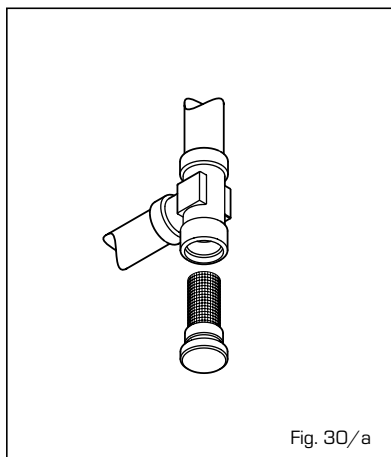

Fig. 30/a
4.4.1 Limpieza del filtro circuito de calefacción (fig. 30/a)